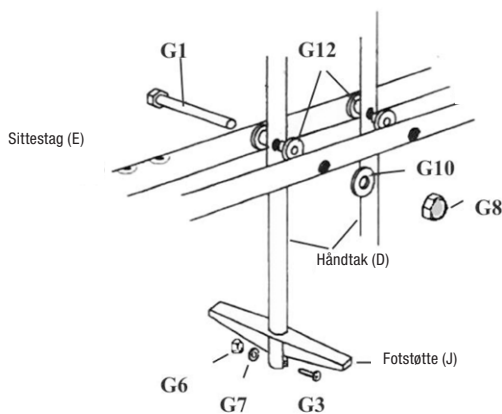

Fig 14
9. Trykk plasthylser (G11) inn i sidehullene på håndtakene. Fest sittestagene (E) til håndtakene (D) med 85 mm M8 6-kantbolt (G1), M8 skiver (G10) og M8 hettemuttere (G8). Se til at hullene for setene til dobbelthusken er oppover.
10. Fest fotstøtten (J) til den nedre delen av håndtakene med 42 mm unbrakobolt (G3), M6 skiver (G7) og M6 hettemuttere (G6). Stram alle muttere. Se fig. 14.